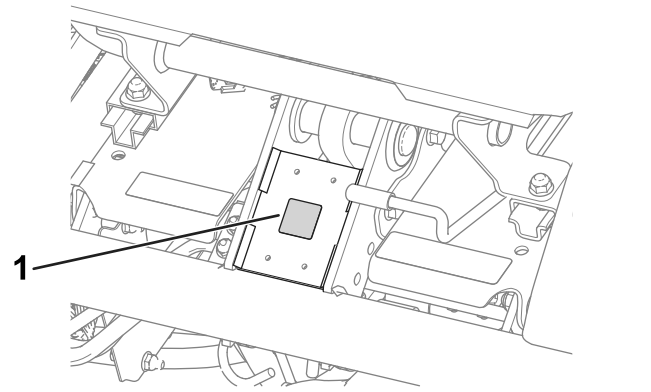

Bild 8
- Bringen Sie den CE-Kennzeichnungsaufkleber (Bestellnummer 93-7252) am Rahmen unter der Vorderseite des Sitzes an (Bild 8).